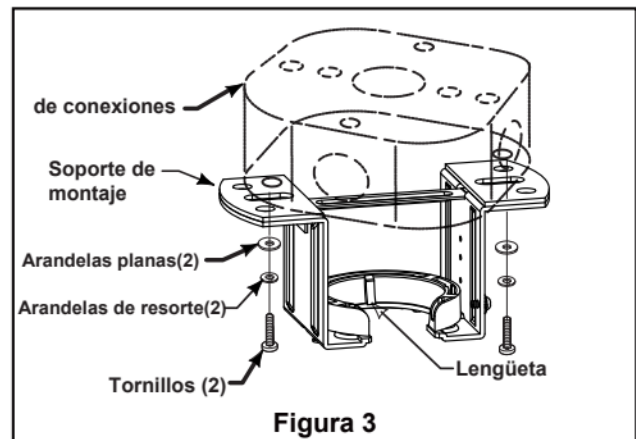

Figura 3
3. Afloje los dos tornillos de fijación en el soporte de la varilla del conjunto del motor. Pase los cables a través de la varilla. (Figura 3)
1. Fija firmemente el soporte de montaje a la caja de conexiones utilizando los tornillos y las arandelas suministrados con la caja. (Figura 3)
2. Conecta los cables verdes del cable de tierra del receptor (entrada "Green"), del soporte de montaje, de la bola de montaje y de la carcasa del motor al cable desnudo (tierra) usando un conector para cables. Conecta el cable negro de la entrada del receptor marcado como "AC IN L" al cable negro (no conectado a tierra) de alimentación, usando un conector para cables. Conecta el cable blanco de la entrada del receptor marcado como "AC IN N" al cable blanco (conectado a tierra) de alimentación, usando un conector para cables. Conecta el cable del conector del motor a la salida del receptor correspondiente al conector hembra del motor. Conecta el cable del conector de luz a la salida del receptor correspondiente al conector hembra de luz. (Figura 3)